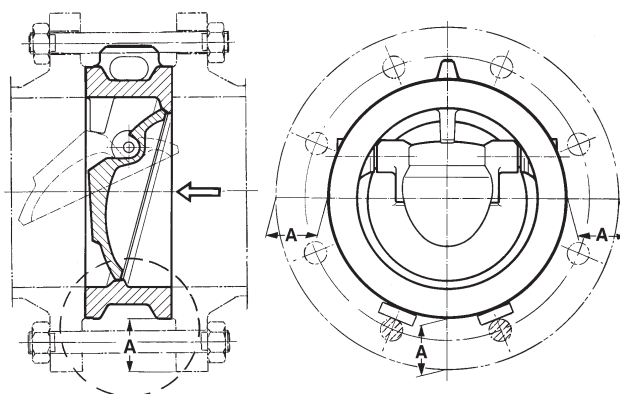

Рис. 1 Правильная установка Рис. 2.
**Тщательно отцентрируйте клапан между трубными фланцами таким образом, чтобы диск мог свободно вращаться (Рис. 1 и 2), не касаясь кромок фланца во время работы (Рис. 3).**